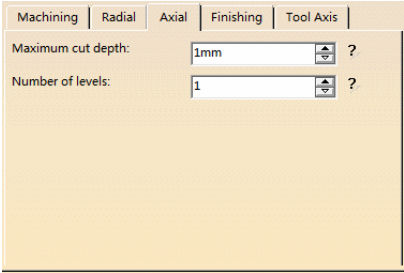

图 2-156 “Axial” 选项卡（4）
3) “Axial” 选项卡 (4) 如图 2-156 所示。该选项相关参数如下：